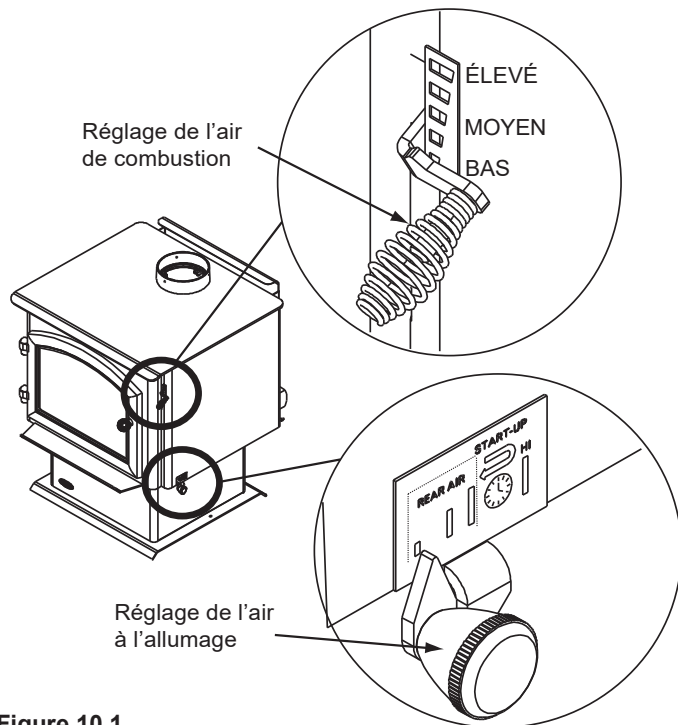

Figure 10.1
Pendant l'étape suivante de la combustion, le bois émet des gaz inflammables qui brûlent au-dessus du combustible en produisant des flammes intenses. À ce stade de combustion : il est très important que les flammes ne s'éteignent pas pendant cette étape. Ceci garantira un feu aussi propre que possible. Si les flammes s'éteignent, le taux de combustion est réglé à un niveau trop bas pour entretenir la combustion. Le contrôleur d'air situé dans l'angle supérieur droit sert à régler les taux de combustion. Il est appelé réglage de l'air de combustion (Figure 10.1)
Cette admission d'air est située en haut sur l'avant de la boîte à feu, près du bord supérieur de la porte vitrée. Cet air préchauffé fournit l'oxygène nécessaire au mélange des gaz non brûlés pour créer une deuxième, troisième et quatrième combustion. Cet air est régulé par le réglage de l'air de combustion. Lorsque la commande est déplacée vers le haut, elle est sur le réglage maximum. Si elle est déplacée vers le bas, elle est sur le réglage minimum (Figure 10.1)
- Activez ensuite le système de minuterie ACC en poussant le bouton en position élevée, complètement vers l'arrière de l'appareil, puis ramenez-le vers l'avant de l'appareil jusqu'à ce que le bouton s'arrête (**Figure 10.1 à la page 10**).